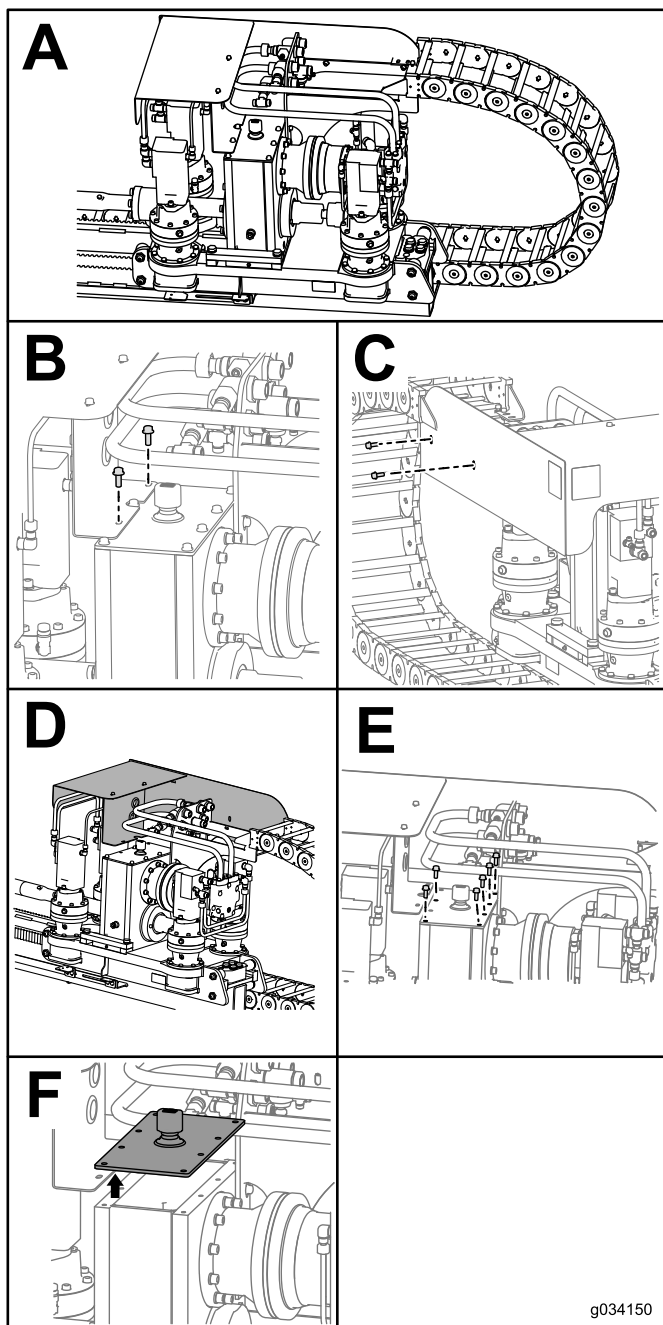

Figura 104
3. Retire los 2 pernos y las tuercas del protector del carro (Figura 104, B).
4. Retire los 2 pernos y las tuercas del lateral del protector del carro (Figura 104, C).
5. Deslice el protector del carro hacia adelante (Figura 104, D).
6. Retire los 6 pernos de la caja de engranajes (Figura 104, E).
7. Retire la tapa de la caja de engranajes y extraiga el aceite con sifón (Figura 104, F).
11. Vuelva a colocar la tapa en la caja de herramientas e instale los 6 pernos sin ajustarlos (Figura 104, E).
12. Vuelva a colocar el protector del carro en su lugar e instale los 2 pernos (Figura 104, C).
13. Instale los 2 pernos que sujetan el protector del carro a la caja de engranajes (Figura 104, B).